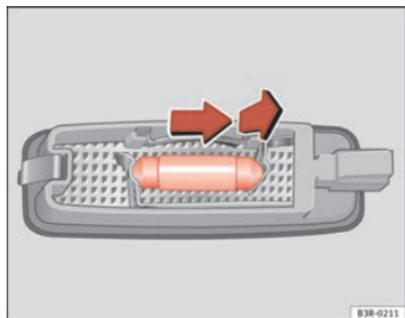

Fig. 229 Smontaggio della luce dell'aletta parasole
- Rimuovere la lampada, muovendola verso l'esterno nel senso della freccia ⇒ fig. 229. ■